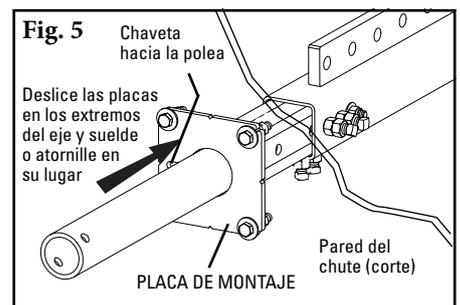

Fig. 5
5. **Instale las placas de montaje.** Coloque ambas placas de montaje con las chavetas hacia la polea y suelde o atornille las placas de montaje en su lugar utilizando los tornillos que se proporcionan (Fig. 5).